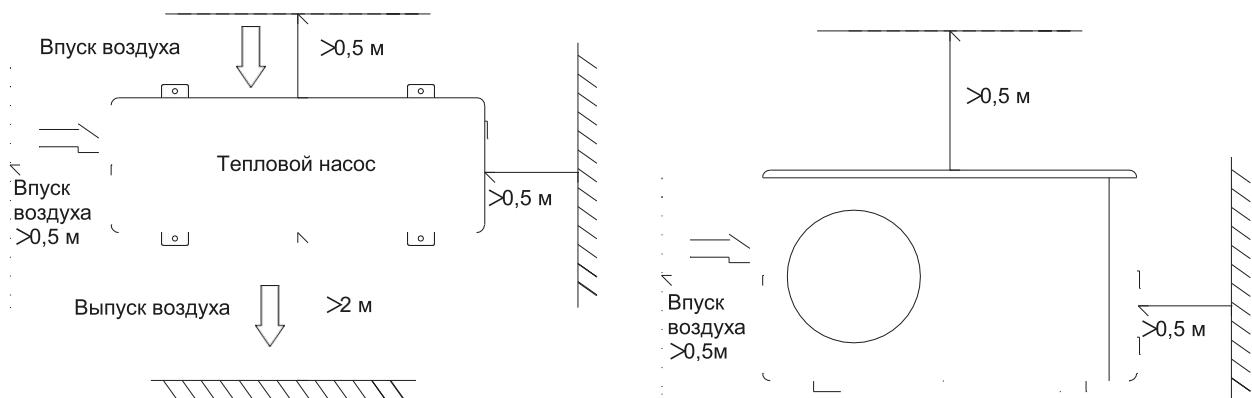

Рис. 1.
- Для упрощения и лучшего обслуживания и устранения неисправностей вокруг устройства на расстоянии 1 м не должно быть никаких препятствий. Также не должно быть никаких препятствий на расстоянии 2 м по вертикали от устройства для вентиляции воздуха. (См. рис. 1.)